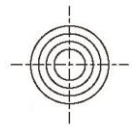

Fig. 2
2. Selbst bei einer 120 %-igen Überlastung der Klemme beträgt die Einschnitttiefe nur 0,2 bis 0,5 mm (abhängig von der Tragfähigkeit) und damit nur rund die Hälfte einer herkömmlichen Klemme. Zudem ist das Zahnprofil rund, das heißt, auf der abgehangenen Last verbleiben keine unschönen Druckmarken (siehe Abb. 2).